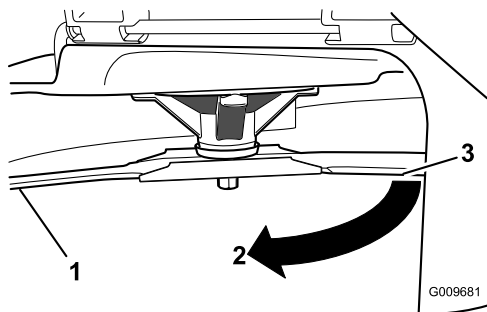

Figura 54
3. Seconda distanza misurata tra la lama e la superficie (B)
4. Ruotate la stessa lama di 180 gradi in modo che il tagliente opposto si trovi ora nella stessa posizione (Figura 54).